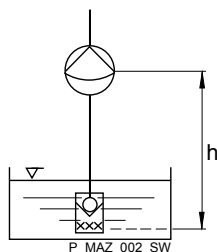

Fig. 6
- Se il liquido di dosaggio presenta impurità o sedimentazione, la valvola di fondo deve essere sospesa a una distanza sufficiente dal fondo del serbatoio o dall'eventuale strato di sedimentazione; vedi weitere Informationen Fig. 6